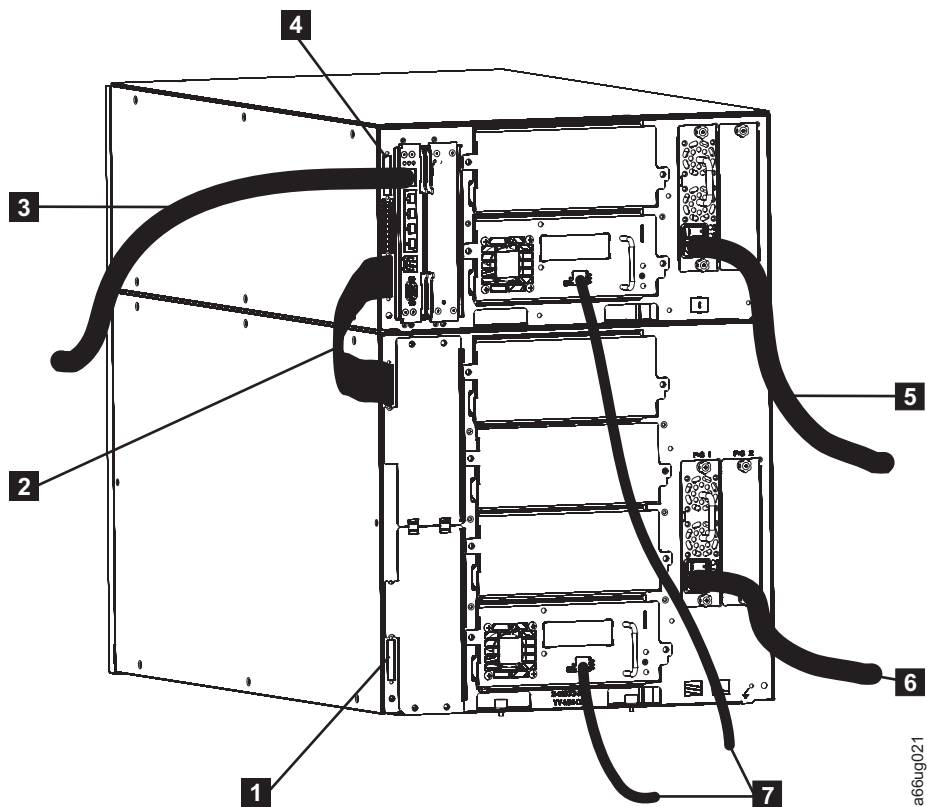

図 3-17. 複数のファイバー・ドライブを搭載した 14U ライブラリーの配線
1. モジュール通信ターミネーター (図 3-17 の **4**) を、ライブラリーの上部モジュールの上部コンセントに取り付けます。
2. モジュール間通信ケーブル (図 3-17 の **2**) の一方の端をライブラリーの上部モジュールの下部コンセントに取り付け、次に、他方の端をライブラリーの下部モジュールの上部コンセントに取り付けます。
3. モジュール通信ターミネーター (図 3-17 の **1**) を、ライブラリーの下部モジュールの下部コンセントに取り付けます。
4. お客様が用意されたイーサネット・ケーブル (図 3-17 の **3**) の一方の端をライブラリー制御ブレード・イーサネット・ポートに取り付け、次に、ケーブルの他方の端をネットワークに接続します。
5. ドライブ・ファイバー・ケーブル (3-21 ページの図 3-17 の **7**) の一方の端をライブラリー内のファイバー・ドライブに取り付け、次に、ケーブルの他方の端をネットワークに接続します。この手順を、ライブラリー内のすべてのファイバー・ドライブで繰り返します。
6. 電源コード (3-21 ページの図 3-17 の **5** および **6**) の一方の端をライブラリーの電源機構にあるコンセントに取り付け、次に、コードの他方の端を給電部に接続します。この手順を、ライブラリー内のすべての電源機構で繰り返します。
- ドライブ・ファイバー・ケーブル (3-21 ページの図 3-17 の **7**) の一方の端をライブラリー内のファイバー・ドライブに取り付け、次に、ケーブルの他方の端をネットワークに接続します。この手順を、ライブラリー内のすべてのファイバー・ドライブで繰り返します。